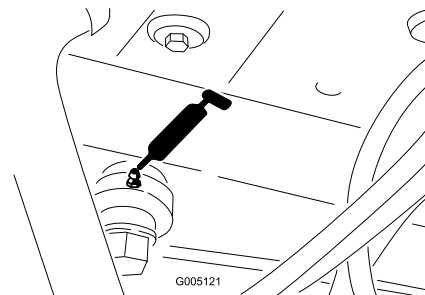

Figura 42
- Cilindro del servosterzo (Figura 42)